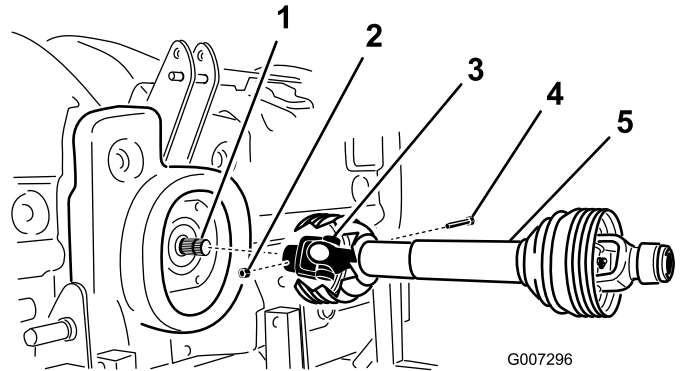

图11
2. 用 1 个 1/2 x 3.00 英寸的螺栓和 1 个 1/2 英寸的螺母将 PTO 轴连接到齿轮箱输入轴 图11。